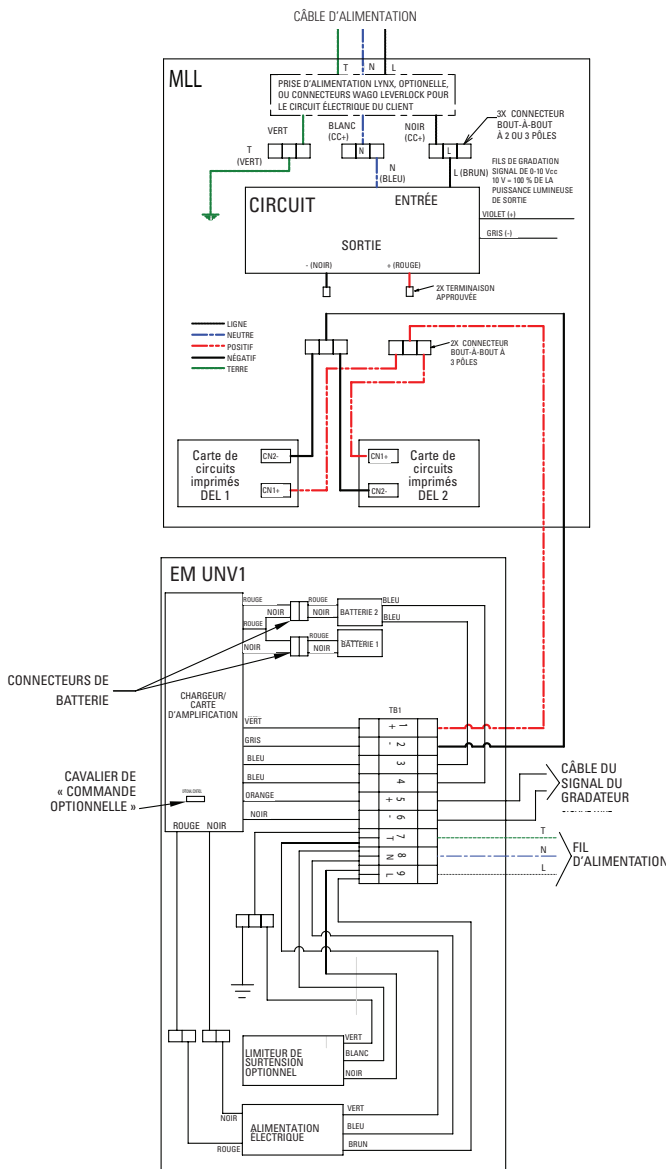

Figure 4
3. Raccorder la puissance d'entrée du circuit de dérivation au bloc de jonction conformément à la figure 4 ou 5. Raccorder le conducteur de mise à la terre de l'appareil à la borne 7 d'abord, puis le câble neutre à la borne 8, et enfin, la tension de ligne à la borne 9.
4. Raccorder une paire de câbles au bloc de jonction qui sera utilisée pour alimenter les DEL sur la carte à DEL du luminaire. Voir la figure 4 ou 5. Connecter le câble positif à la borne 1 et le câble négatif à la borne 2.
- c. raccorder les câbles du signal de commande de la gradation conformément à la figure 4 ou 5 ;
2. Repérer le couvercle du boîtier du circuit sur le boîtier du luminaire et l'ouvrir en desserrant les quatre (4) vis no 10 32 de 2 cm (0,75 po) (voir la figure 6). Détacher les lignes de sortie négative (-) (NOIRE) et positive (+) (ROUGE) du circuit de commande du connecteur bout-à-bout, conformément aux schémas de câblage (voir la figure 4 ou 5), et raccorder les extrémités en suivant des méthodes qui respectent tous les codes applicables. Le circuit ne doit pas être retiré du luminaire. Approcher les lignes de sortie qui étaient connectées au boîtier de la batterie de secours des câbles de la carte à DEL. Raccorder la sortie positive (+) à la carte à DEL à partir de la batterie de secours jusqu'au connecteur bout-à-bout positif (+) dans le luminaire linéaire à DEL. Raccorder la sortie négative (-) à la carte à DEL à partir de la batterie de secours jusqu'au connecteur bout-à-bout négatif (-) dans le luminaire linéaire à DEL.
3. Remettre le couvercle du boîtier du circuit en place et serrer les quatre (4) vis de montage du couvercle à un couple de 32 po-lb (3,6 N.m).
5. Les connecteurs des batteries, illustrés à la figure 4 ou 5, ne sont pas branchés en usine. Repérer ces connecteurs et établir les connexions pour la batterie 1 et la batterie 2 conformément à la figure 4 ou 5. S'assurer que les câbles rouge et noir sont alignés correctement sur chaque connecteur.
- Ouvrir l'unité de batterie de secours à l'aide d'un tournevis à tête plate pour faire pivoter le verrou d'un quart de tour dans le sens inverse des aiguilles d'une montre. Débrancher les connecteurs du chargeur ou de la carte d'amplification pour la batterie n° 1 et la batterie n° 2 respectivement, conformément à la figure 4 ou 5.
- Déconnecter les câbles bleus de captage thermique de la batterie n° 2 qui sont branchés au bloc de jonction de puissance de sortie et au bloc de jonction de signal du gradateur, conformément à la figure 4 ou 5.
- Après avoir retiré les anciens blocs-batteries et inséré les nouveaux, connecter les deux connecteurs du bloc-batterie au connecteurs du tableau (les blocs-batteries peuvent être connectés à l'un ou l'autre des connecteurs). Connecter ensuite les câbles bleus de captage thermique de la batterie n° 2 au bloc de jonction de puissance de sortie et au bloc de jonction de signal du gradateur, conformément à la figure 4 ou 5. Laisser le capteur thermique de l'autre bloc-batterie déconnecté.